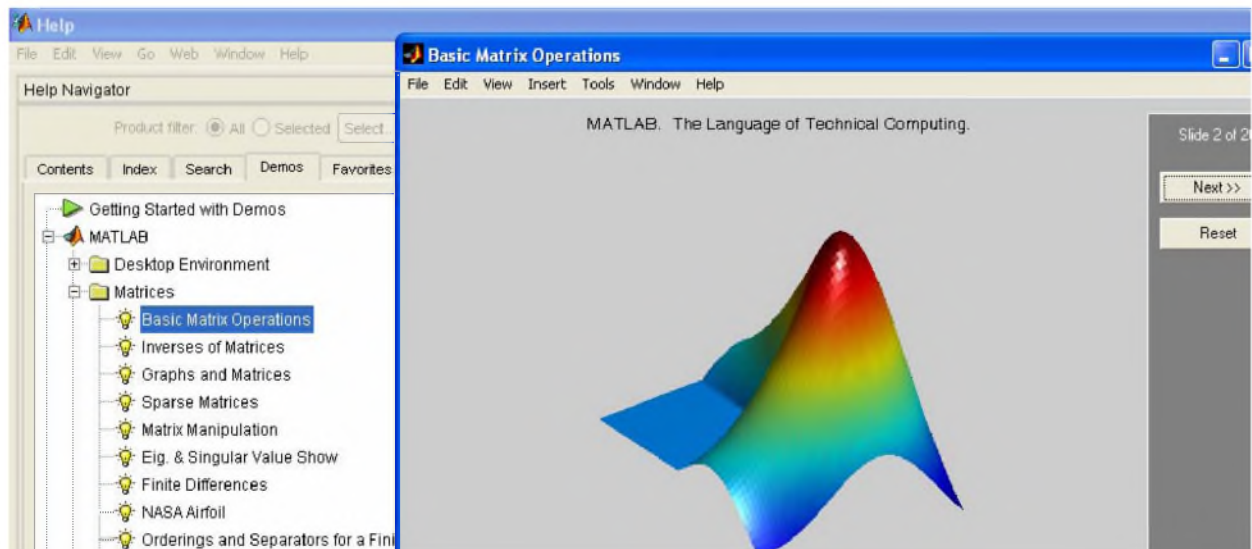

Рис.1.5. Демонстрация основных матричных операторов
1.2. Нажмите + перед Matrices и запустите демонстрацию Basic Matrix Operations (например, двойным щелчком). Первым слайдом откроется картинка с логотипом пакета MATLAB (рис. 1.5.).